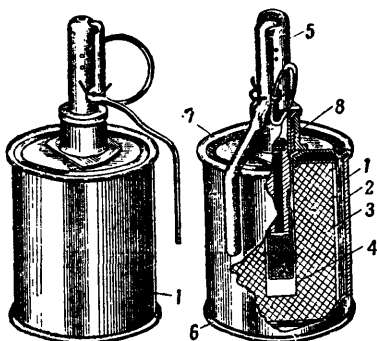

Рис. 1. Внешний вид и вид в разрезе гранаты РГ-42.
3. Граната РГ-42 (рис. 1) состоит из корпуса с трубкой для запала, металлической ленты, разрывного заряда и запала УЗРГ.